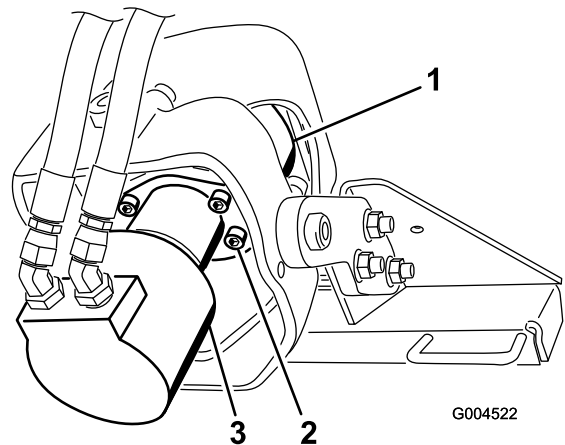

Figura 11
1. Apoye el cabezal de transmisión sobre un recipiente (Figura 11).